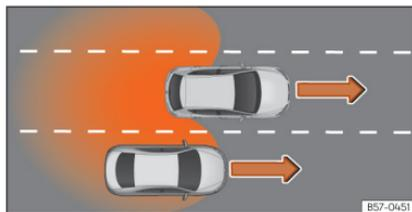

Fig. 150 Ultrapassagem na faixa de rodagem central e incorporação posterior na faixa de rodagem direita.
- Quando se ultrapassa outro veículo »» **Fig. 150** com uma diferença de velocidade de aprox. 10 km/h (6 mph). Se a ultrapassagem é consideravelmente mais rápida, não se mostra qualquer indicação.